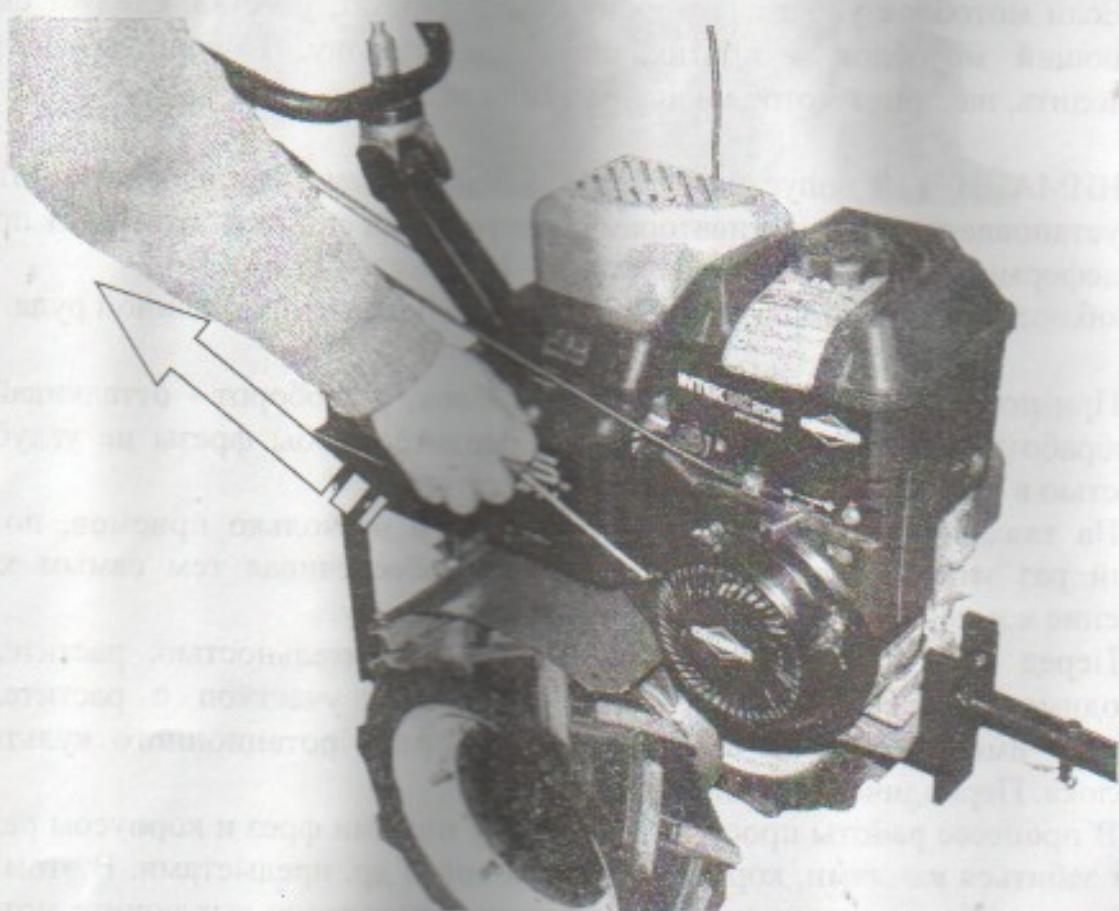

Рисунок 13 – Запуск двигателя.
- возьмите рукоятку шнура и медленно потяните до тех пор, пока не почувствуете сопротивление (~200 мм.) рисунок 13;